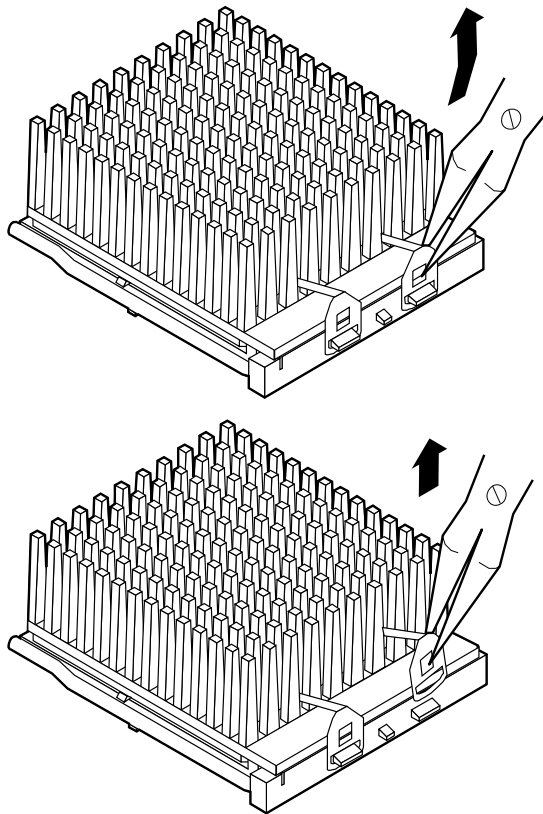

Abbildung 8-5. Entfernen der Klemmen des Kühlkörpers
Siehe Abbildung 8-5.
5. Beginnen Sie mit Bank 0 (Abbildung 8-5), Sockel J1. Richten Sie das DIMM so aus, daß die zwei Einkerbungen an seiner unteren Kante mit dem markierten DIMM-Sockel zusammenkommen.